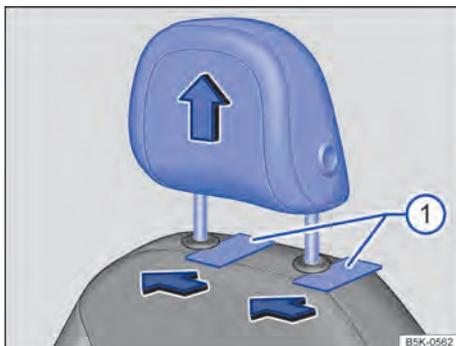
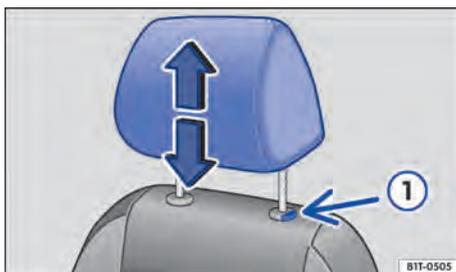

Fig. 65 No banco dianteiro: remover o apoio para cabeça (variante 1).
Fig. 66 No banco dianteiro: remover o apoio para cabeça (variante 2).
2. *Variante 1:* introduzir objetos planos entre o revestimento do encosto do banco e as capas de cobertura das barras de guia do apoio para cabeça, por exemplo, cartões de plástico → Fig. 65 ①. Retirar completamente o apoio para cabeça.
Variante 2: retirar o apoio para cabeça com o botão → Fig. 66 ① pressionado.
- Empurrar o apoio para cabeça para baixo com o botão → Fig. 65 ① ou → Fig. 66 ①.